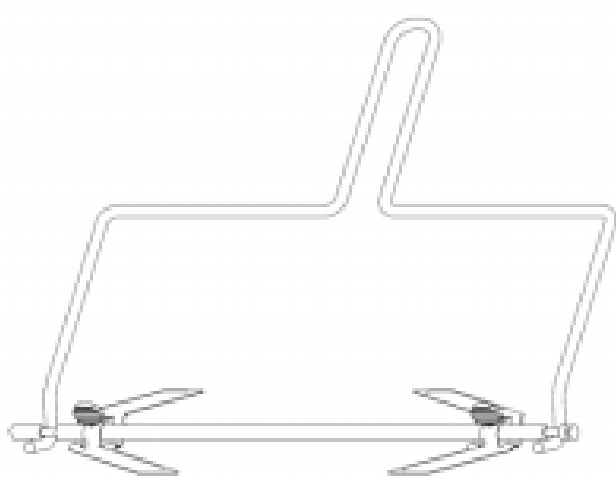

Fig. 7
- Utilisez toujours la poignée de la rôtissoire pour retirer la broche du four lorsqu'elle est chaude. Placez les extrémités en crochet de la poignée de la rôtissoire sous la broche et dans les encoches (fig. 7 et 8), puis soulevez-la pour la retirer.